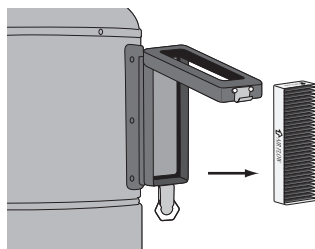

figure 23
2. Retirer le filtre usagé, et le jeter (**figure 23**).